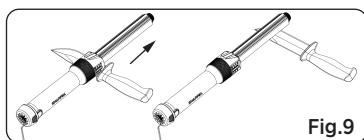

Fig.9
3. Placez le talon de la lame de couteau opposée contre le guide d'angle opposé. Répétez le mouvement de **POUSSÉE** comme à l'étape 2 (Voir Fig. 9).